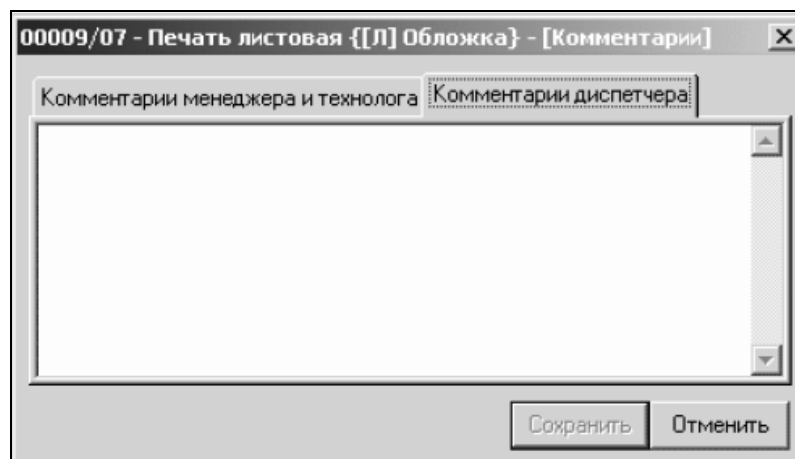

Рис. 3.11. Вікно введення коментарів
7) **додавання коментарів до операції.** Для перегляду та редагування коментарів необхідно натиснути на потрібній операції кнопку "Проглянути (редагувати) коментарі". На екрані з'явиться вікно введення коментарів (рис. 3.11).